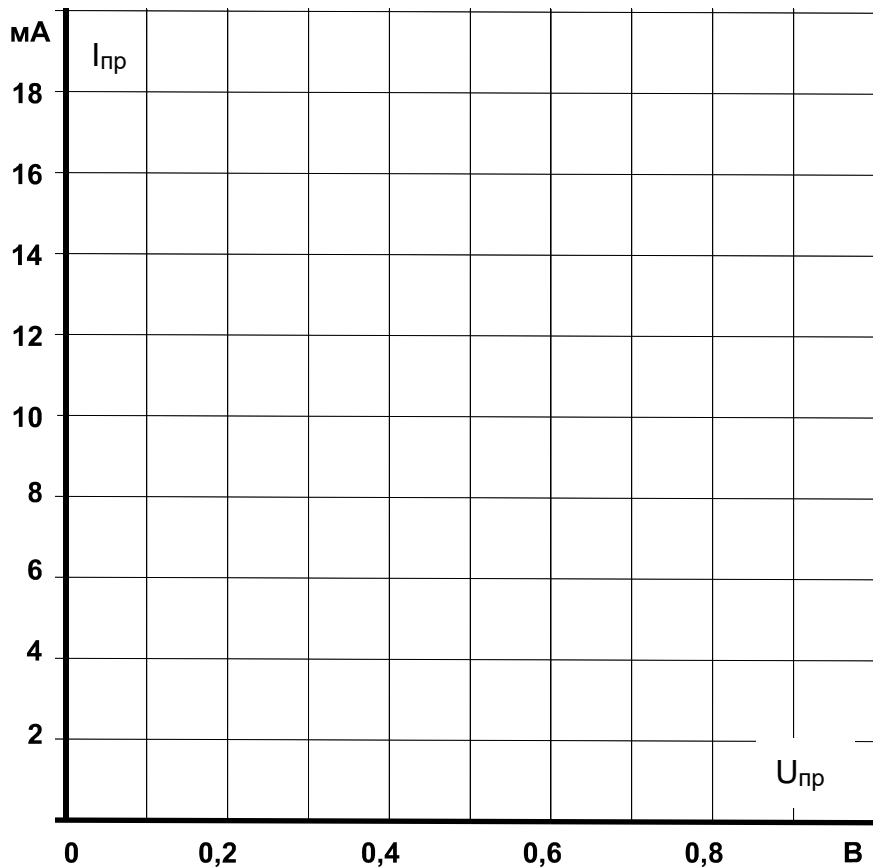

Рис. 5.2.2
- На графике (рис. 5.2.2) постройте характеристику включения **p-n** переходов $I_{пр} = f(U_{пр})$.